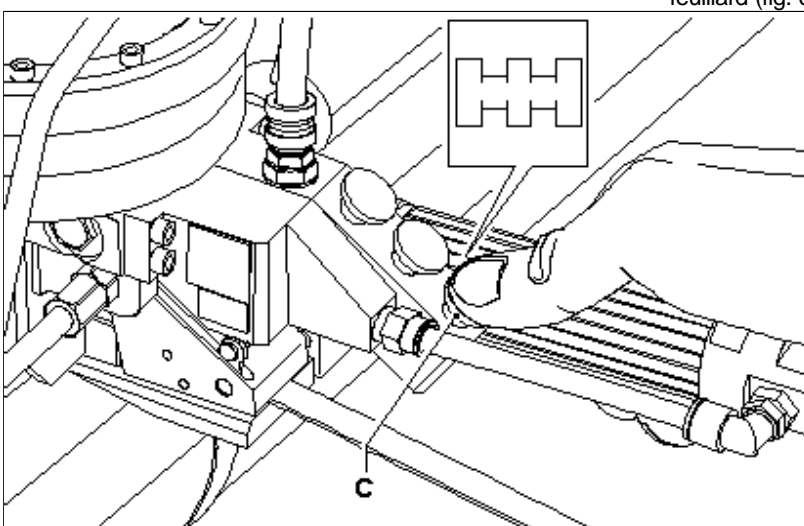

FIG. 6
A tensionamento ultimato, premere il pulsante (C) fino a chiusura ed a taglio avvenuto (fig.6).
Dès que le tensionnage est terminé, presser le bouton (C) jusqu'au complètement des opérations de scellement et coupe du feuillard (fig. 6).